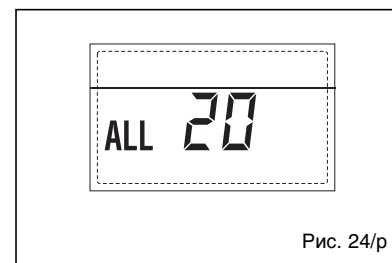

Рис. 24/p
– НЕПОЛАДКА ПОЛОМКИ ДАТЧИКА ПОДАЧИ ПЕРВОЙ СМЕШАННОЙ ЗОНЫ «ТРЕВ 21» (рис. 24/q)